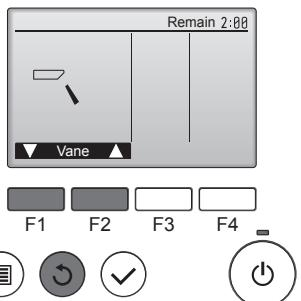

Fig. 6-6
- ① Vérifiez le fonctionnement de l'ailette automatique à l'aide des [F1] [F2] boutons. (Fig. 6-6)
- ② Appuyez sur le bouton pour revenir à l'écran "Test run operation" (Test fonctions).
- ③ Appuyez sur le bouton .